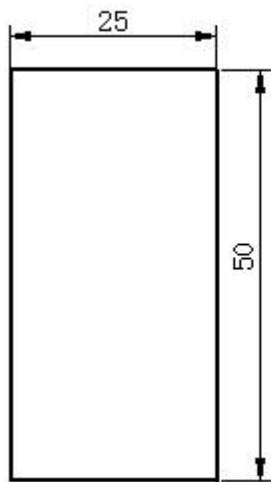
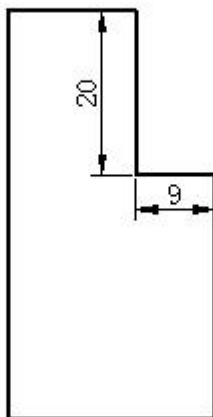
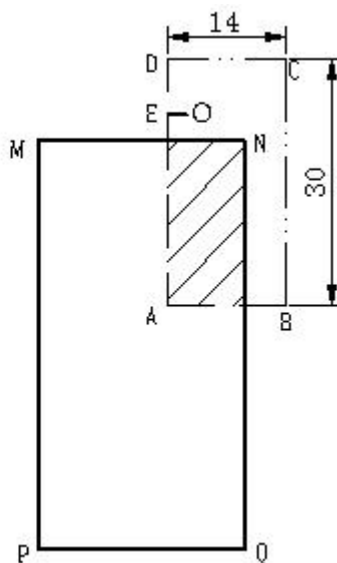

图 8-31
图 8-32
图 8-33
3. 如图 8-31 所示钢板, 现通过线切割加工成图 8-32 所示形状, 图 8-33 为切割加工过程中轨迹路线图, 其中 O 点为穿丝孔, E 点为起割点,EO 与 MN 边的距离为 3mm, 线段 EO 长